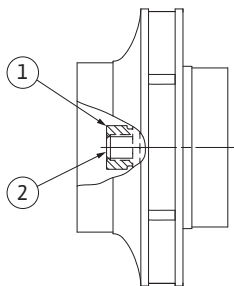

Fig. 53: Posición correcta de la tuerca del rodete tras el montaje
29. Sujete el eje (véase el paso 24) y apriete la tuerca del rodete con el par de apriete prescrito (véase el listado "Tabla 11: Pares de apriete de los tornillos" en la página 248). La tuerca (Fig. 53, pos. 1) tiene que quedar enrasada con el extremo del eje (Fig. 53, pos. 2) con un margen de tolerancia de  $\pm 0,5$  mm. Si no es así, afloje la tuerca y repita los pasos 25 al 29.